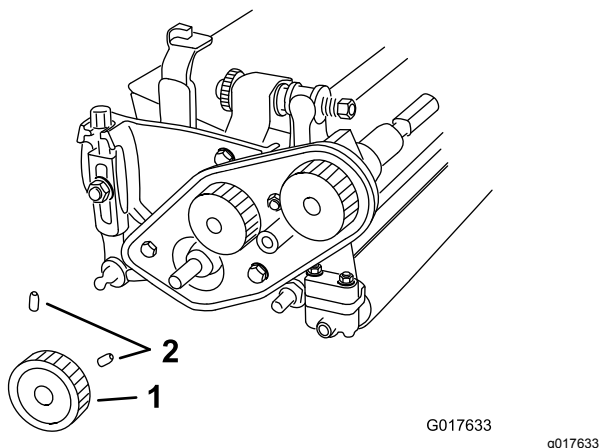

Рисунок 7
- 3. Ослабьте два установочных винта крепления нижнего шкива и снимите шкив с вала барабана (Рисунок 7).